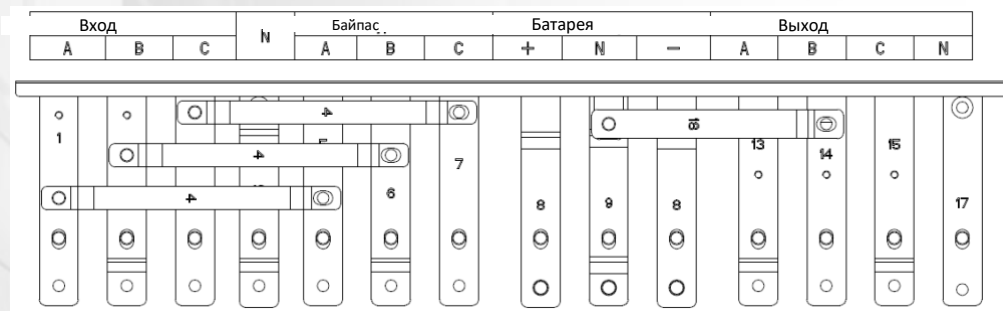

Рис. 2-8 Клеммы подключения
- 2) Откройте переднюю дверцу шкафа, снимите металлическую или пластмассовую крышку. Входная и выходная клеммы, клемма батареи и клемма защитного заземления показаны на рис. 2-8.